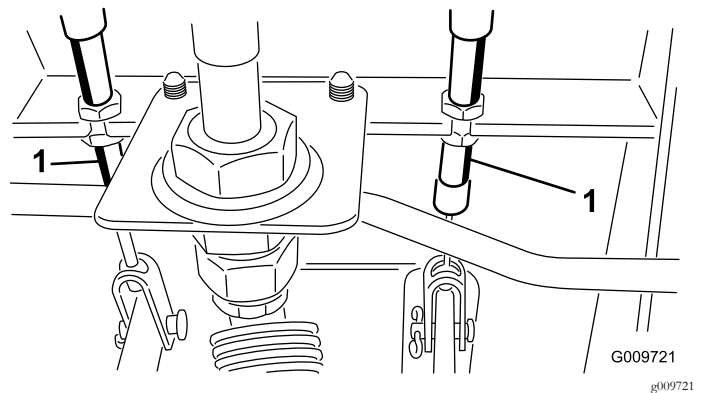

Рисунок 64
- А. Отпустите переднюю гайку на резьбовом конце гибкого тросика тормоза (Рисунок 64).